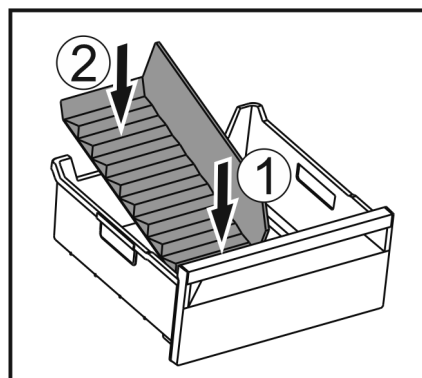

Fig. 235
- Installer la partie avant du séparateur de congélateur. Fig. 235 (1)
- Abaisser la partie arrière du séparateur de congélateur jusqu'au fond du tiroir. Fig. 235 (2)